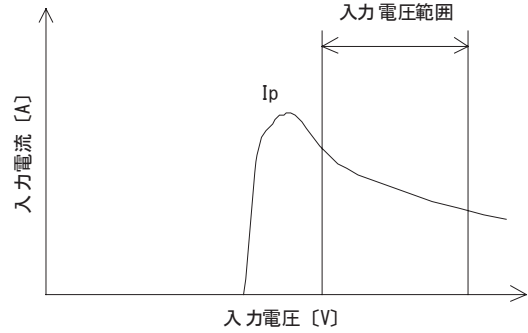

図3.2 入力電流特性
■入力電源にはDC-DCコンバータ立上げ時の電流  $I_p$  (図3.2) を考慮した、充分余裕のある電源を設定してください。